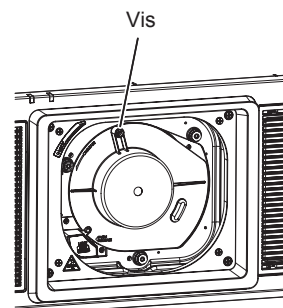

Fig. 3
- 4) **Fixez le cache pour orifice d'objectif. (Fig. 3)**